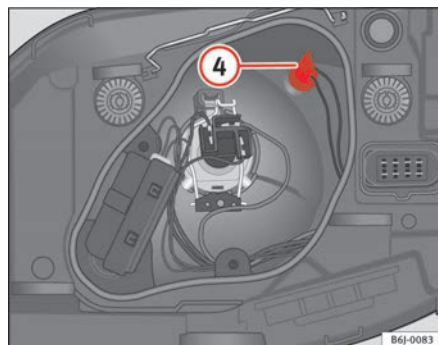

Fig. 154 Luz de presença
- Extraia o porta-lâmpadas ④ ⇒ fig. 154 para fora.